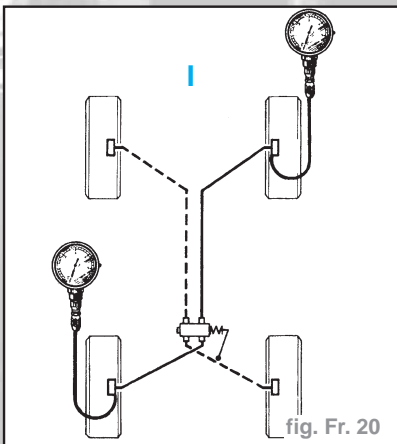

fig. Fr. 20
- **I** : avant droit / arrière gauche (fig. Fr. 20).